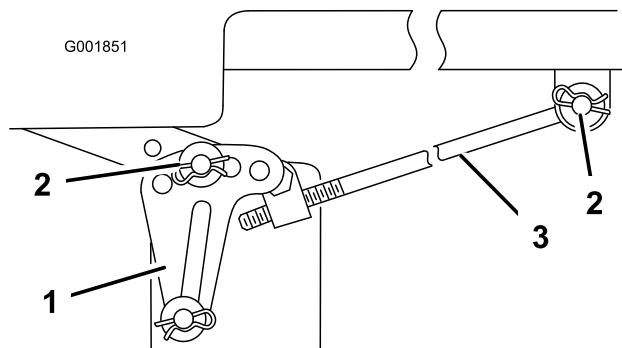

Figura 58
Nota: Prima di togliere il tosaerba prendete nota dei fori utilizzati nelle staffe di livellamento (Figura 58).
5. Togliete la coppia a forcina e la rondella dall'asta di regolazione (Figura 58) da ciascun lato del tosaerba.
6. Togliete la coppia a forcina e la rondella dalle staffe di livellamento del tosaerba (Figura 58) da ciascun lato del tosaerba. Prendete nota del foro in cui è montata la staffa di livellamento, per il futuro montaggio. Estraete le staffe dal perno di montaggio.
6. Attaccate l'asta di regolazione alla macchina, utilizzando la rondella e la coppiglia a forcina (Figura 58), su ciascun lato del tosaerba.
7. Fate scorrete le staffe di livellamento sui perni di montaggio, e fissatele con le rondelle e le coppiglie a forcina (Figura 58).